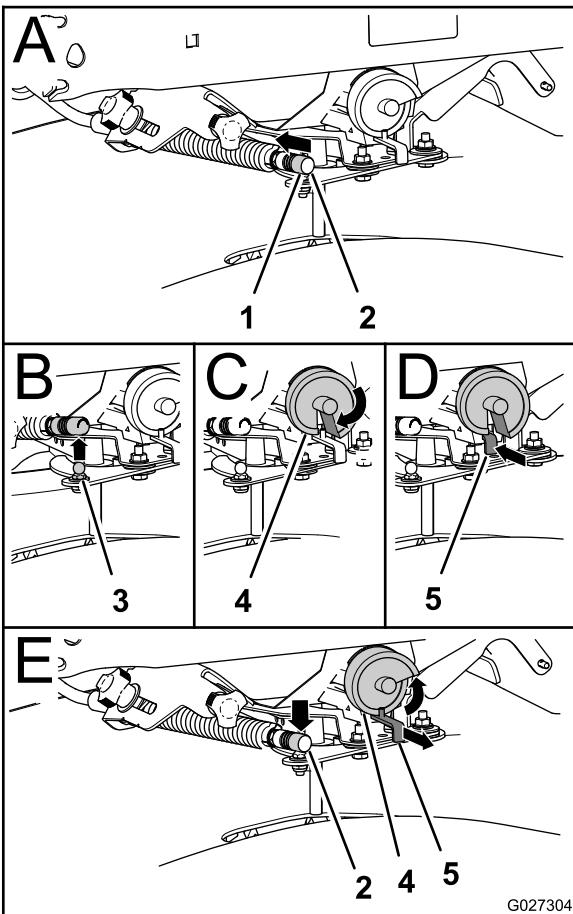

**Figure 29**
- Retirez la goupille d'entraînement qui fixe la turbine à l'arbre du moteur de turbine et déposez la turbine de l'arbre (Figure 28 et Figure 29).
- Placez un bac peu profond sous l'arbre du moteur de turbine (Figure 29).